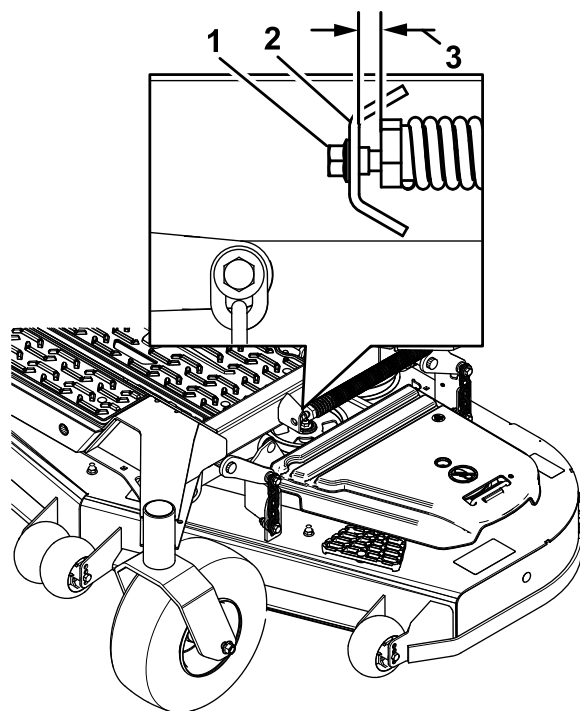

Bild 87
10. Lösen Sie langsam die Einstellschraube an der Feder der Hubhilfe, bis Sie die Schraube entfernen können (Bild 87).